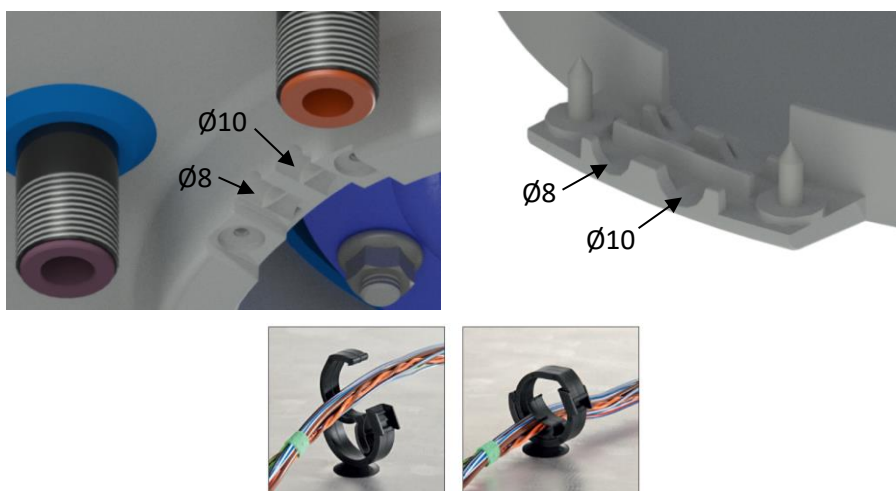
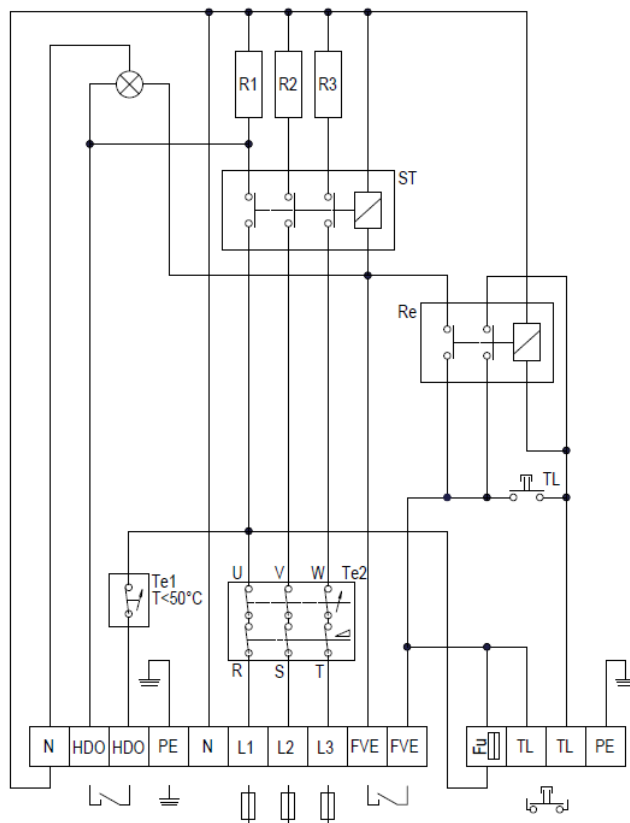

Рисунок 8
Рисунок 9
Подключение выполните согласно приложенной схеме. Подключение, выполненное на заводе, запрещено менять! (Рисунок 9) В крышке электропроводки снимите перегородку, соответствующую диаметру подводящего провода $\varnothing 8$ или $\varnothing 10$ (Рисунок 8). Степень защиты электрических компонентов водонагревателя - IP 44. Потребляемая мощность электрических нагревательных элементов 3×2000 Вт. Для крепления приводного кабеля используйте установленные держатели.
- Схема эл. подключения прилагается к водонагревателю также на крышке электропроводки (Рисунок 9).